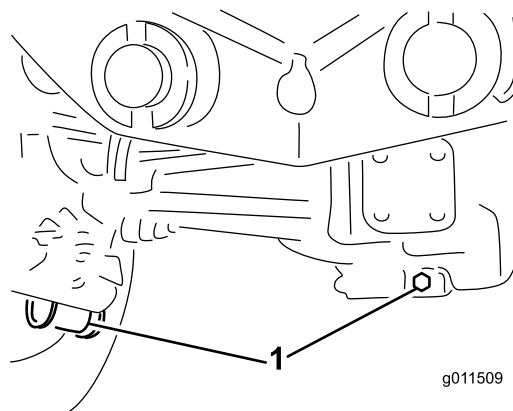

Figure 86
2. Nettoyez la surface autour des 3 bouchons de vidange, 1 à chaque extrémité et 1 au centre (Figure 86).